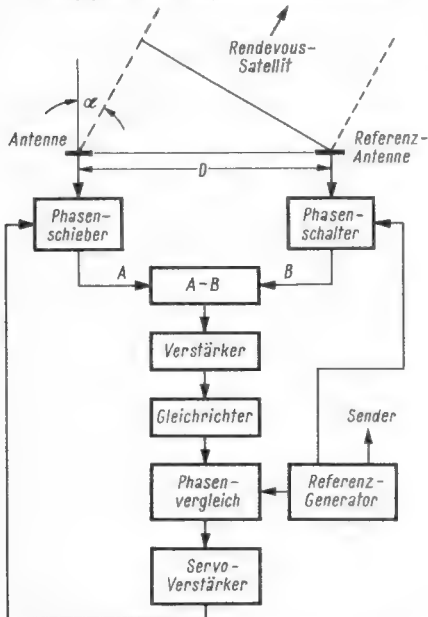

Bild 5. Blockschaltbild der Winkelmeßanordnung
Wenn die Entfernungsmessung und die Nachstimmung (AFC) des Überlagerungsozillators durchgeführt sind, beginnen die Winkelbestimmungen. Die Grundlage der Winkelmessungen bildet das Interferometerprinzip (Bild 5), d. h. es wird jeweils die Differenz des Abstandes des Rendezvous-Satelliten von der Referenzantenne (Bild 1) und einer der beiden anderen Empfangsantennen gemessen. Diese Entfernungsdifferenz bietet sich dar in Form einer Phasendifferenz der Signale beider Antennen.
Eine weitere interessante Lösung stellt die Form der Phasenmessung (φ_r) dar. Die Genauigkeit der Messung hängt weitgehend vom Auflösungsvermögen des in Kanal A (Bild 5) eingezeichneten Phasenschalters ab. Mit seiner Hilfe wird ein Phasennullabgleich vorgenommen. Daneben ist aber, wie aus Gleichung (2) hervorgeht, das Verhältnis Winkel- zu Phasen-Meßfehler umgekehrt